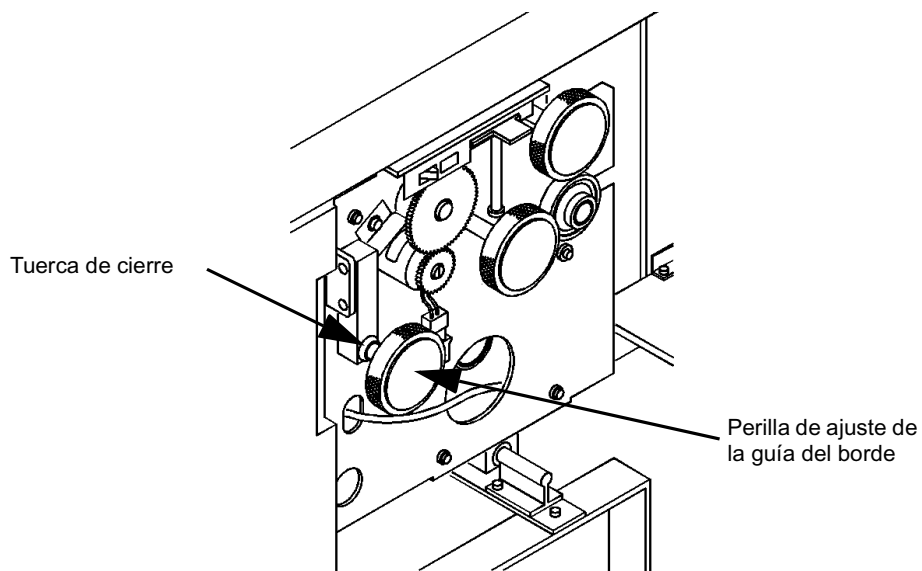

Figura 2-6: Ajuste de las guías del borde
- 11 Afloje la tuerca de cierre, tal como se muestra en la figura 2-6.
- 12 Con la perilla de ajuste de la guía del borde haga pequeños ajustes (giros de 1/8 a 1/4) como aparece en la figura 2-6. Pruebe después de cada ajuste hasta que el conjunto de agujeros perforados esté centrado.